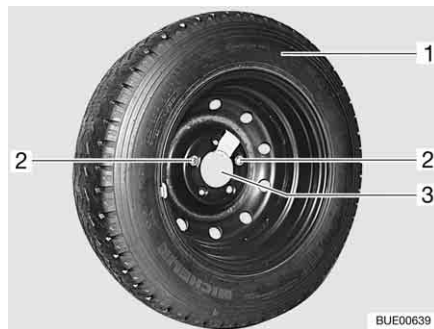

Fig. 297 Etrier de roue de secours dans le garage arrière
- Dévisser et retirer les deux vis de fixation (Fig. 297,2) avec les outils de bord.
- Retirer la roue de secours (Fig. 297,1) de sur l'étrier (Fig. 297,3).